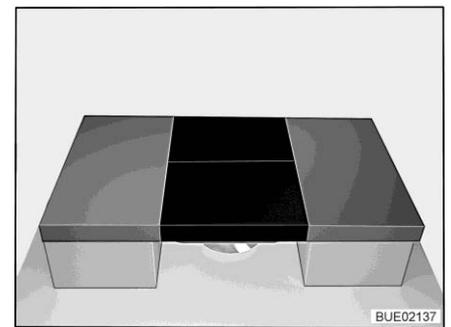

Fig. 167 Después de la transformación
- Colocar dos cojines adicionales en la mesa (véase Fig. 167).